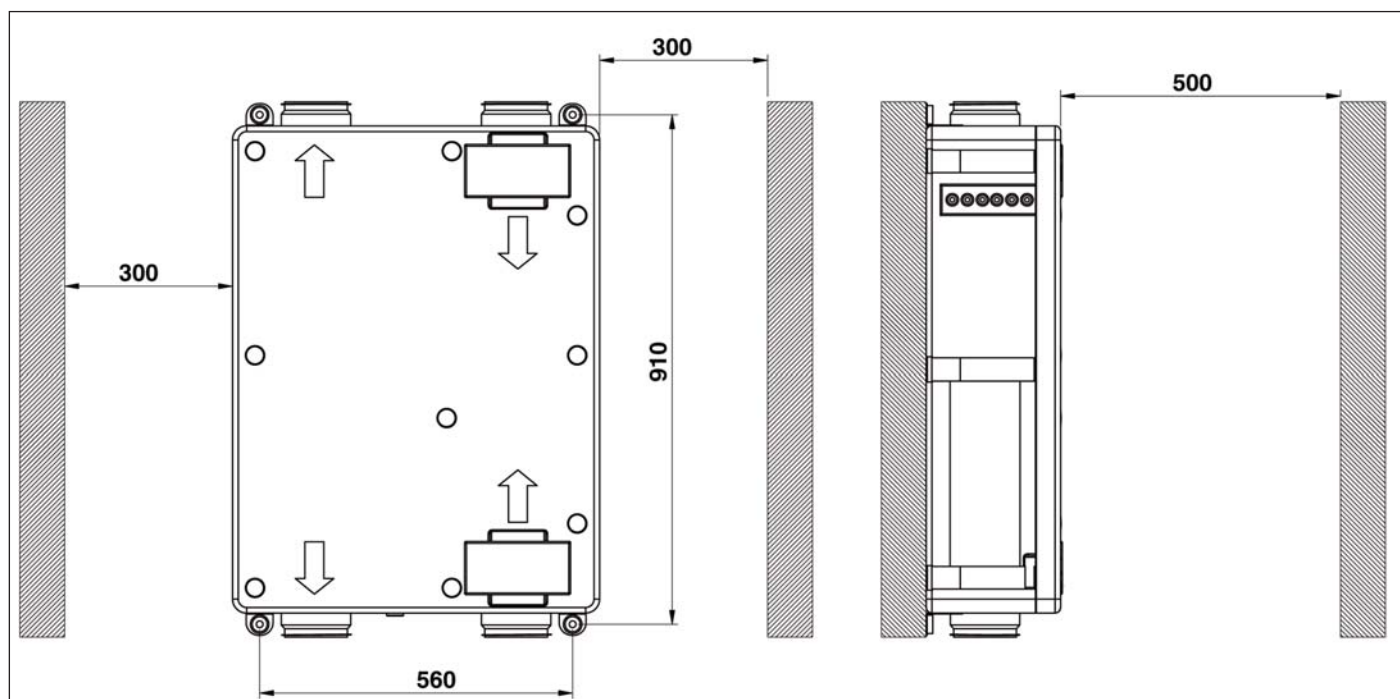

fig. 2
- Verificare che i punti di fissaggio siano allineati ed in piano e segnarli sulla parete in base alle quote indicate in fig. 2.
- Check that the fixing points are aligned and coplanar; sign the position of the fixing points on the wall, according to the dimensions shown on fig. 2.